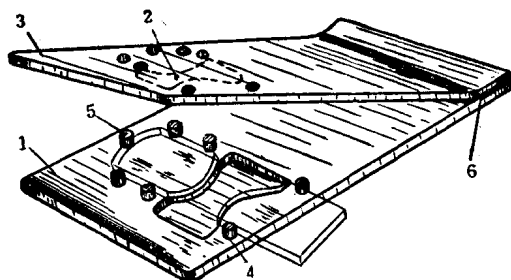

图 13 薄板切断模
3. 切断模 直接由条料或卷料冲裁具有两个平行边缘的制件时，就可以采用薄板切断模。这种冲模(图 13)是由凹模 1、凸